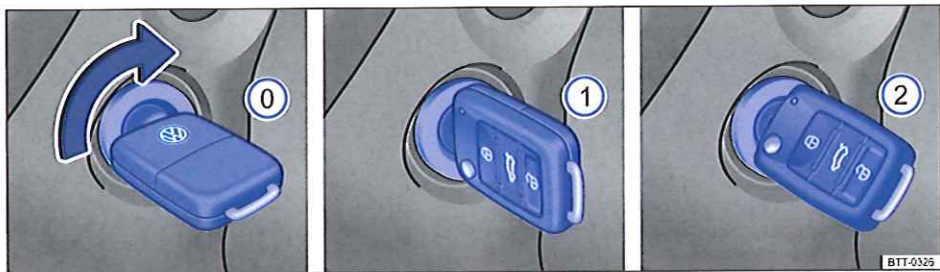

Fig. 138 À droite du volant de position : positions de la clé du véhicule dans le contact-démarrreur.
Positions de la clé du véhicule \Rightarrow fig. 138
| 3. | Uniquement sur les véhicules avec moteur diesel : pour le préchauffage, amenez la clé du véhicule dans le contact-démarrreur en position ⇒ fig. 138 ①. Le témoin de contrôle s'allume sur l'afficheur du combiné d'instruments. | |
| 4. | Tournez la clé dans le contact-démarrreur en position ⇒ fig. 138 ② – n'accélérez pas. | Appuyez sur le bouton de démarrage ⇒ fig. 139 – n'accélérez pas. Le moteur ne peut démarrer que si une clé de véhicule valide se trouve dans le véhicule. |
| 5. | Tournez la clé du véhicule dans le contact-démarreur en position ⇒ fig. 138 ①. | Appuyez brièvement sur le bouton de démarrage ⇒ fig. 139. Si vous ne pouvez pas arrêter le moteur, vous devez effectuer une coupure d'urgence ⇒ page 194. |